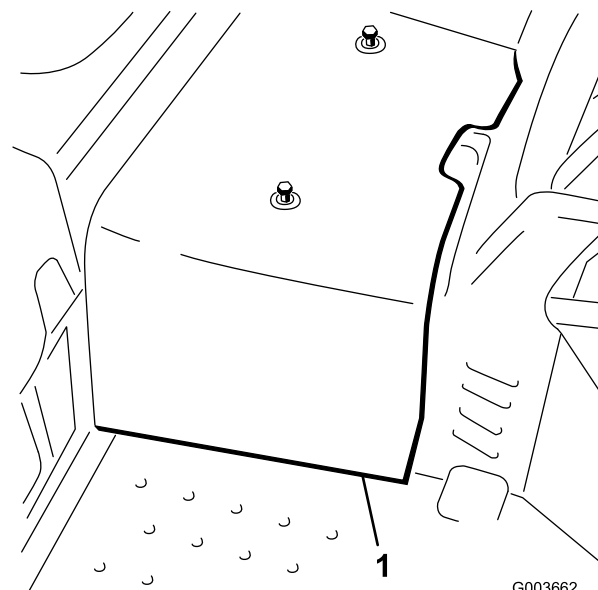

Figure 3
6. Dégagez et enlevez le carénage central du châssis (Figure 3).